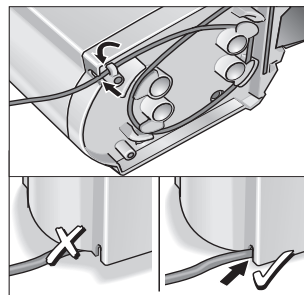

Fig. 3: Installazione stazione
- Lasciare il resto del cavo appeso al gancio apposito verificando che il cavo di alimentazione scorra regolarmente attraverso l'apertura del suo alloggiamento (Fig. 3).